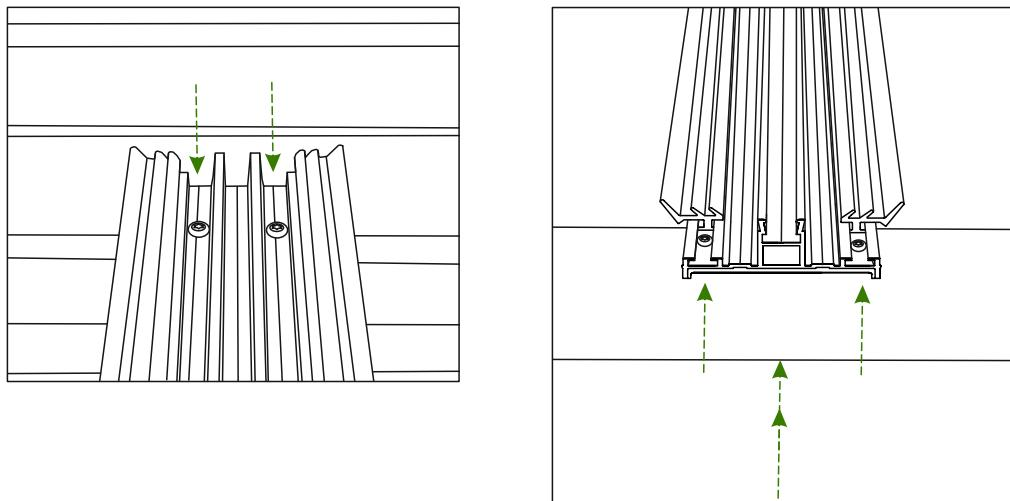

Abb. 4
4. Befestigen Sie nun jeden Mittelsparren jeweils mit 2 Schrauben an dem Wandprofil und an dem Rinnenprofil. Zusätzlich wird jeder Mittelsparren mit einer Schraube an den Rinnenprofil von unten angeschraubt. Siehe Abb. 4.